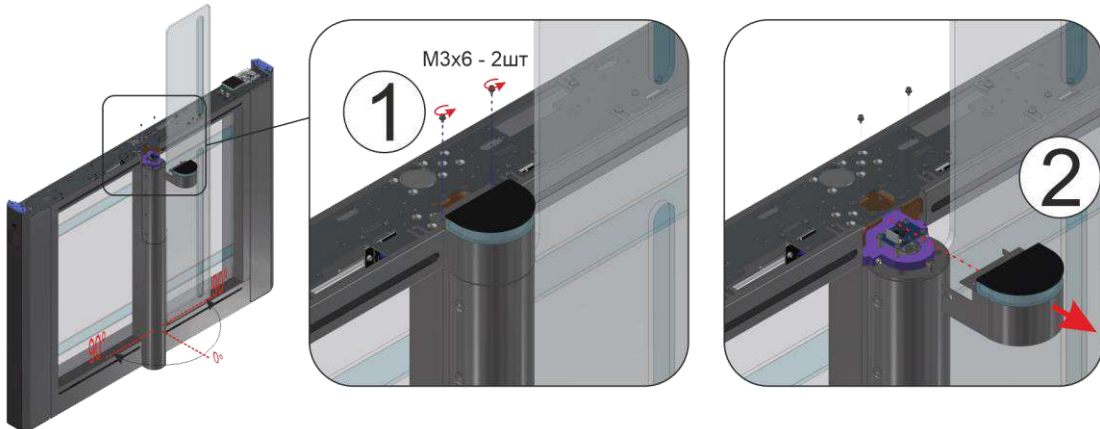

Рис. 21 – Зняття кришки індикації турнікету
13) Зняття кришки індикації турнікету (Рис.21):